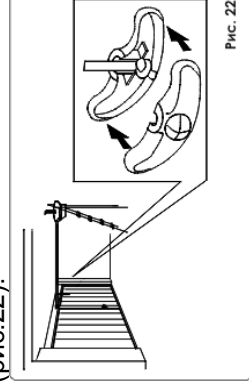

рис. 22
2. Завяжите узел на конце шнура и соберите ручку расцепителя (рис.22).